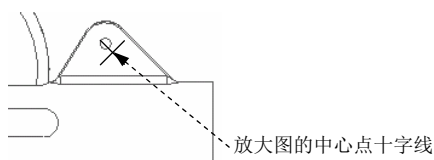

图 10.4.32 放大图的中心点
Step2. 在系统 **在一现有视图上选择要查看细节的中心点。** 的提示下，在图 10.4.32 所示的圆的边线上选择一点（在主视图的非边线的地方选择的点，系统不认可），此时在拾取的点附近出现一个十字线。